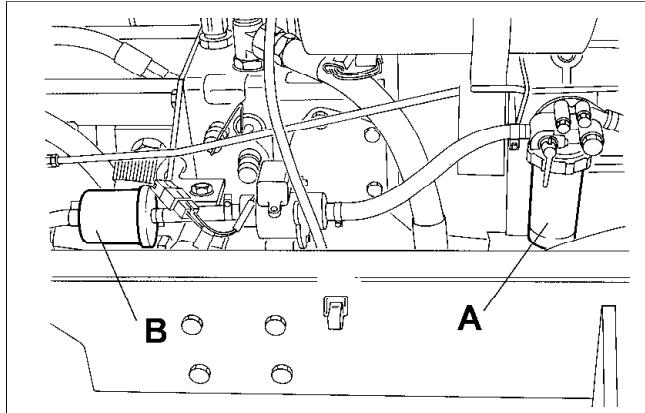

Fig.38
- Skru låseringen af, fjern filterelementet (A Fig. 38), og smid det væk.
- Frigør spændebåndene på hver side af filtret (B Fig. 38), og fjern brændstofrørene.
- Skruga loss låsringen och ta ut filterelementet (A fig 38) och kassera det.
- Lossa på fastspänningssbanden på vardera sidan om filtret i bränsleledningen (B fig. 38) och sätt tillbaka bränslerören.